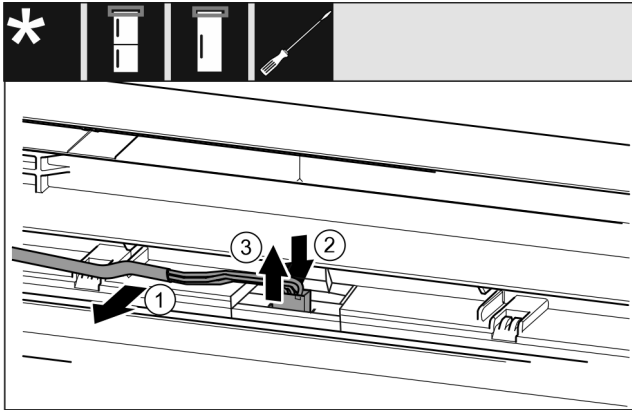

Fig. 10
- ▶ Sivý kábel opatrne uvoľnite z vedenia vo dverách. Fig. 10 (1)
- ▶ Sponu za zástrčkou potlačte dozadu. Fig. 10 (2)
- ▶ Zástrčku opatrne vytiahnite nahor. Fig. 10 (3)